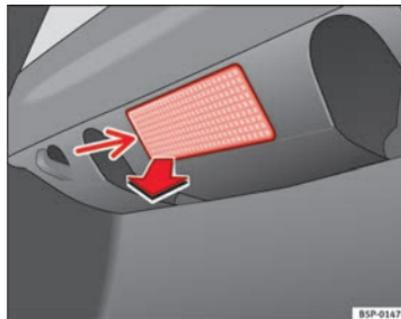

Fig. 206 Luce bagagliaio
- Estrarre il paralume facendo pressione sul bordo della sua parte interna (freccia) aiutandosi con la parte piana di un cacciavite ⇒ fig. 206. ▶